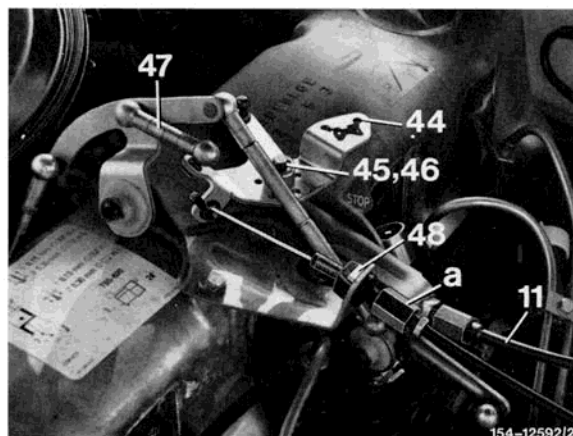

Bild 7
25 Regulierhebel (44) mit den Teilen (45 und 46) montieren (Bild 7).
26 Verbindungsstange (47) nach Bild 7 montieren.